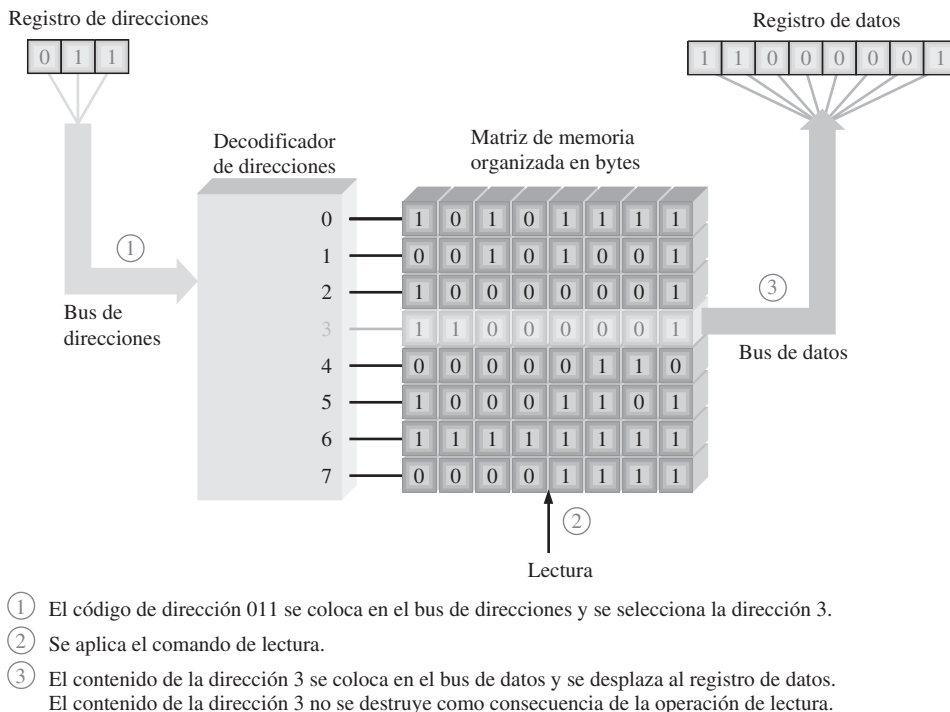

FIGURA 10.6 Ilustración de la operación de lectura.
**La operación de lectura.** En la Figura 10.6 se muestra la operación de lectura simplificada. De nuevo, se introduce en el bus de direcciones un código almacenado en el registro de direcciones. Una vez que el código de dirección se encuentra en el bus, el decodificador de direcciones decodifica la dirección y selecciona la posición especificada de la memoria. La memoria recibe entonces una orden de lectura, y una “copia” del byte de datos almacenado en la dirección de memoria seleccionada se introduce en el bus de datos y se carga en el registro de datos, finalizando así la operación de lectura. Cuando se lee un byte de datos de una dirección de memoria, éste sigue almacenado en dicha dirección. Esto se denomina *lectura no destructiva*.